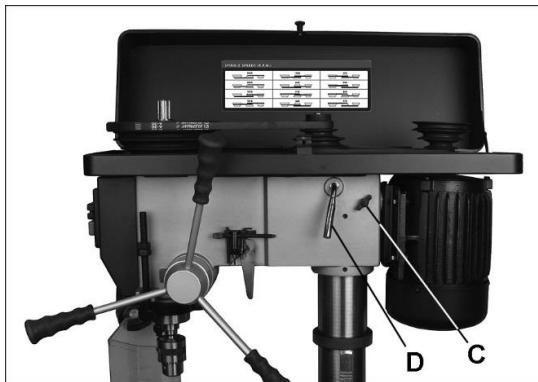

Рис. 8-2: регулировка частоты вращения
2. Ослабьте два барашковых винта (C, Рис. 8-2) с каждой стороны сверлильной бабки.
3. Поворачивайте рукоятку натяжения (D) по часовой стрелке, чтобы придвинуть основание двигателя максимально близко к сверлильной бабке.
5. Для натяжения ремней поворачивайте рукоятку натяжения (D) против часовой стрелки.
6. Затяните барашковые винты (C). О правильном натяжении ремней свидетельствует их отклонение примерно на 13 мм при надавливании большим и указательным пальцами посередине между шкивами.